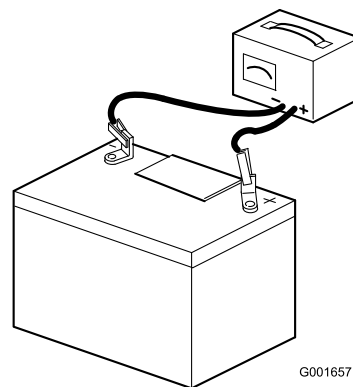

图6
7. 将一个 34A 电池充电器连接到电池电极 图6。通过 34A 的电流给电池充电时间为 4 至 8 小时。